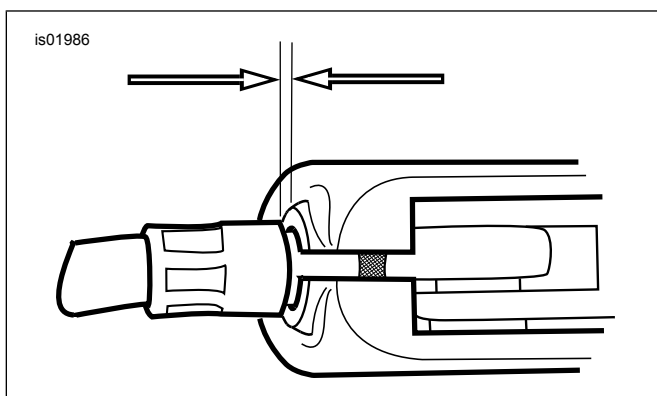

Abbildung 2. 1,6–3,2 mm (1/16–1/8 in) Kupplungszugspiel
- e. Siehe Abbildung 2. Den Seilzugspanner von der Gegenmutter wegdrehen, bis das Spiel am Handhebel beseitigt ist. Die Kupplungszughülse von der Kupplungshebelhalterung zurückziehen, um das Spiel zu prüfen. Den Seilzugspanner drehen, um ein Spiel von 1,6–3,2 mm (1/16–1/8 in) zwischen Seilzughülse und Kupplungshebelhalterung zu erhalten.
- f. Den Seilzugspanner mit einem 1/2-in-Schraubenschlüssel fixieren. Die Gegenmutter (3) mit einem 9/16-in-Schraubenschlüssel gegen den Seilzugspanner anziehen. Den Seilzugspannermechanismus mit der Gummikappe abdecken.